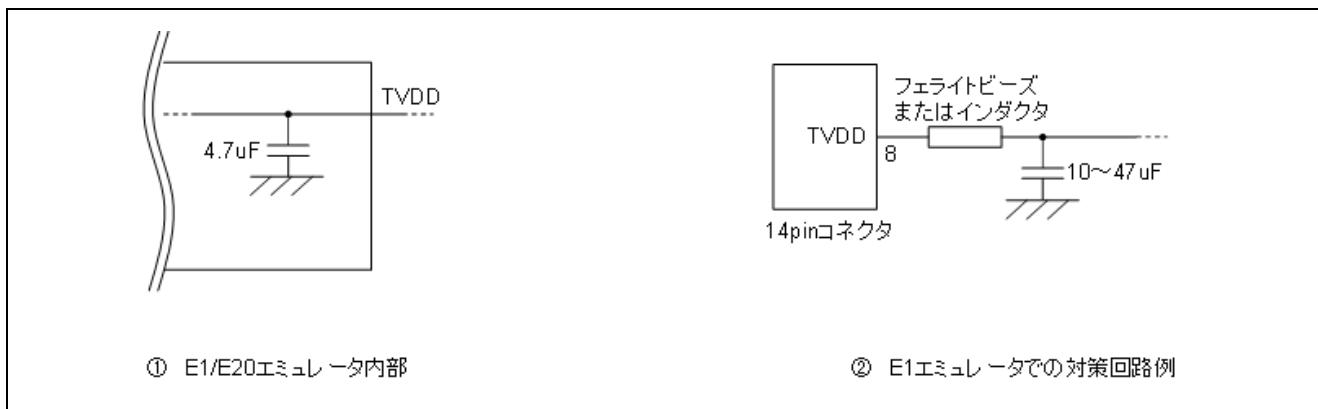

図 2-9 ホットプラグイン向け対策回路
ホットプラグイン接続を使用する可能性がある場合には、下記のような回路構成にしておく必要があります。図 2-9 ①のように E1 エミュレータの 8 番ピンには、エミュレータ内部で $4.7\mu F$ のコンデンサが付いているため、ホットプラグイン接続を行う場合はユーザシステム上の電源電圧が一瞬低下する場合があります。この電圧降下により MCU リセットが発生する可能性があります。図 2-9 ②に示すように、エミュレータ接続コネクタの TVDD ラインの直近にフェライトビーズ(またはインダクタ)と低 ESR で大きめなコンデンサを付けることで症状を軽減することができますが、本対策は、電圧降下を完全に改善するものではありません。なお、ホットプラグイン接続はデバッグ時のみ有効な機能であり、本機能を使用する場合は、別売のホットプラグインアダプタが必要です。